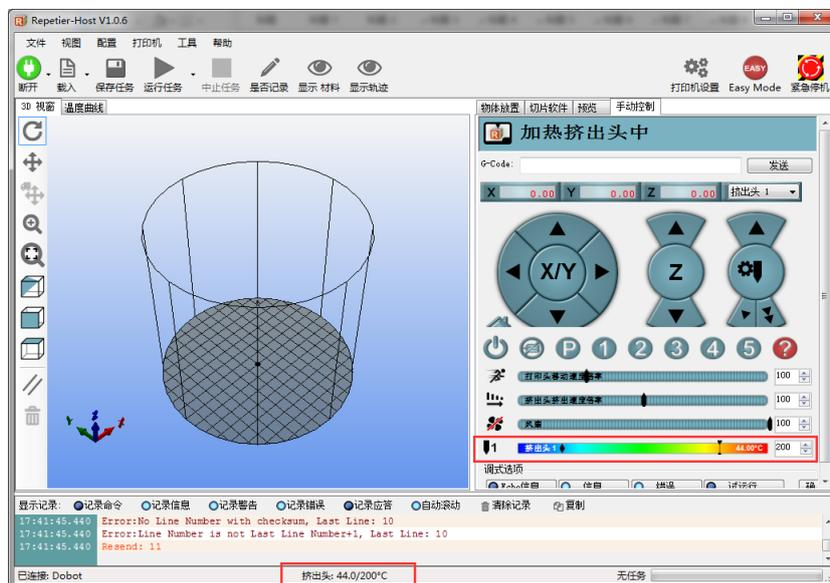

图 5.114 加热挤出头
1. 在Repetier Host主界面右侧的“手动控制”页签将挤出头加热温度设置为200°C，并单击 ，如图 5.114所示。